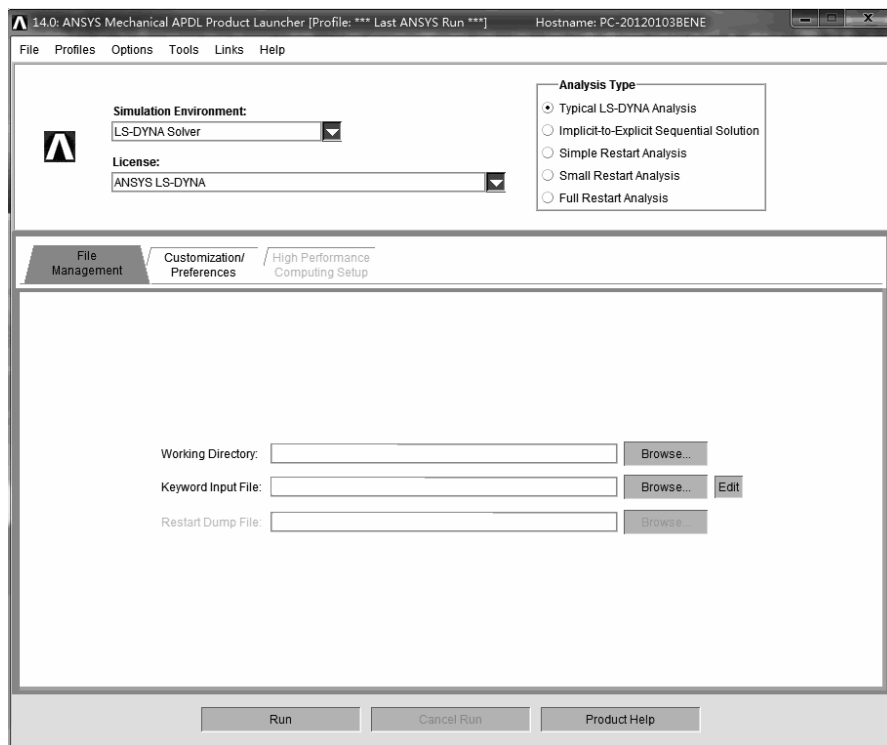
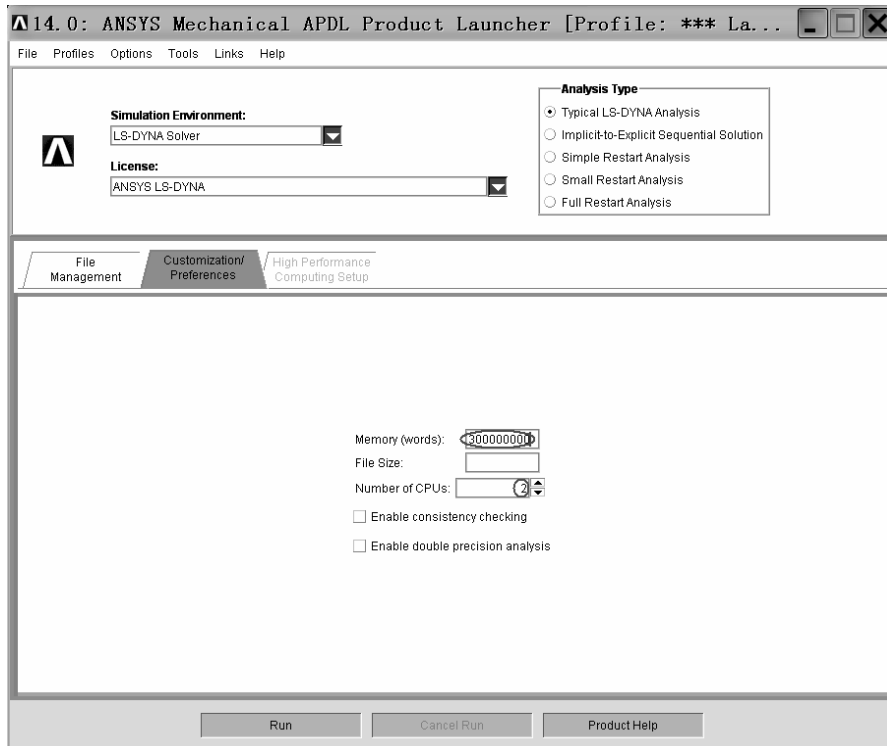

图 4-93 “14.0: ANSYS Mechanical APDL Product Launcher [Profile:\*\*\*La...” 窗口
图 4-94 “ANSYS Product Launcher” 窗口
(1) 打开“14.0: ANSYS Mechanical APDL Product Launcher [Profile:\*\*\*La...”窗口（见图 4-93）。
(2) 单击“14.0: ANSYS Mechanical APDL Product Launcher [Profile:\*\*\*La...”窗口中“Simulation Environment:”方框后的倒立三角形图标，选中“LS-DYNA Solver”。
(3) 单击“14.0: ANSYS Mechanical APDL Product Launcher [Profile:\*\*\*La...”窗口中“License:”方框后的倒立三角形图标，选中“ANSYS LS-DYNA”。
(4) 在“14.0: ANSYS Mechanical APDL Product Launcher [Profile:\*\*\*La...”窗口中“Working Directory:”方框中找到“D:\CH4\balls impact”目录。
(5) 在“14.0: ANSYS Mechanical APDL Product Launcher [Profile:\*\*\*La...”窗口中“Keyword Input File:”方框中找出 D:\CH4\balls impact”目录下的“balls impact.k”文件。
(6) 单击“14.0: ANSYS Mechanical APDL Product Launcher [Profile:\*\*\*La...”窗口中的“Customization Preferences”（见图 4-94），在“Memory (words):”方框后输入“300 000 000”，在“Number of CPUs:”后的方框中选择“2”。以上两个数据根据模型大小与计算机性能而定，然后单击“RUN”按钮。